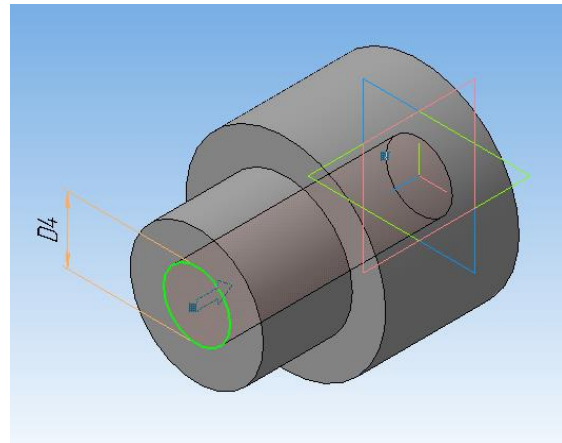

Рисунок 32.
14. Выберите кромку внутреннего отверстия (рисунок 32).